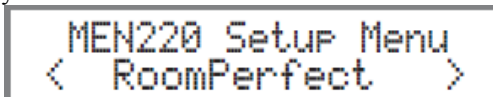

Рисунок 50
2. Вращайте регулятор NAVIGATE или нажимайте кнопки направлений ◀▶ на пульте для выбора "MEN220 Setup Menu, RoomPerfect". Смотрите рисунок 50.